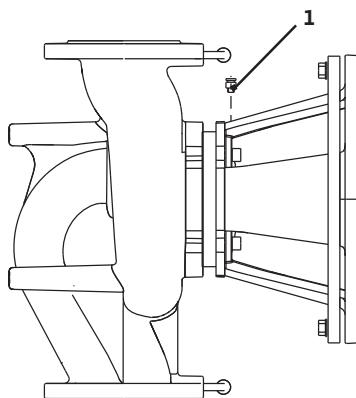

Fig. 41: Ontluchtingsventiel
- Pompen ontluchten door de ontluchtingsventielen los te maken (Fig. 41, pos. 1). Droogloop beschadigt de mechanische afdichting van de pomp. De verschidrugsensor mag niet worden ontlucht (gevaar voor beschadiging).